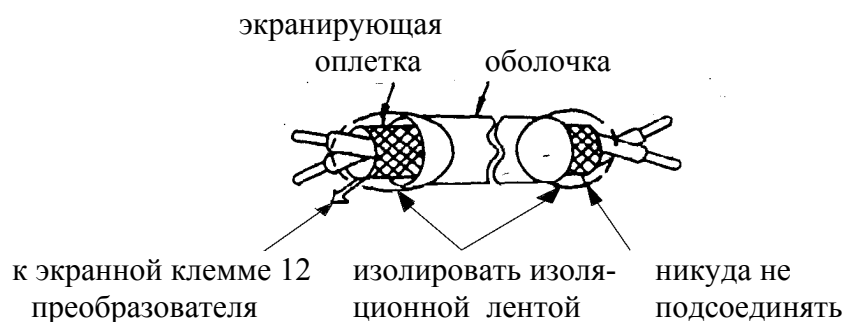

Рис. 7. Подсоединение экранированного провода
- Используйте скрученные экранированные или скрученные попарно экранированные провода для цепей управления. Подсоедините окончания экранной оплетки к клемме 12 преобразователя. На рис. 7 показан образец экранировки кабеля.